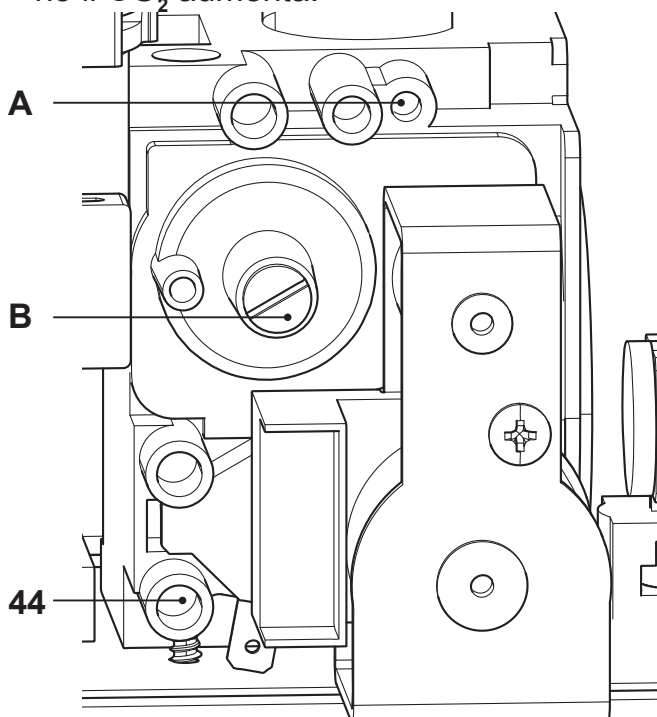

Figura 12.8
- A caldaia spenta (fuori servizio), controllare la pressione di alimentazione utilizzando la presa 44 in Figura 12.8 e confrontare il valore letto con quelli riportati nella tabella Pressioni di alimentazione gas nella sezione "Dati tecnici M270V.2025 HM" a pag. 30.
- Richiudere bene la presa di pressione 44 in Figura 12.8.
- Per tarare il  $\text{CO}_2$  della caldaia (pressione del gas al bruciatore) svitare completamente il tappo in ottone di protezione **B** e agire sulla vite a brugola  $\varnothing$  4 mm sottostante Figura 12.8, girando in senso orario il  $\text{CO}_2$  aumenta.
- Se i due dati non coincidono agire sulla vite regolazione massimo RQ (**A** in Figura 12.8) della valvola gas e tarare il **CO2** allo stesso valore riportato nella sezione "Dati tecnici M270V.2025 HM" a pag. 30. Girando in senso orario il **CO2** diminuisce.